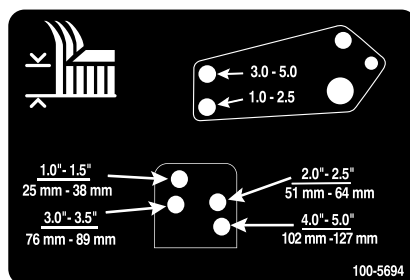

Figura 31
10. Alinhe os orifícios do elemento de ligação do amortecedor com os orifícios da altura de corte desejada na estrutura da plataforma do cortador e monte os respectivos pinos de segurança e contrapinos tipo grampo (Figura 31).